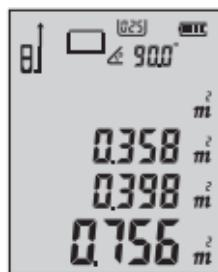

图3
3. 短按 **■** 键，得到两次面积求和的结果，结果如图3所示。